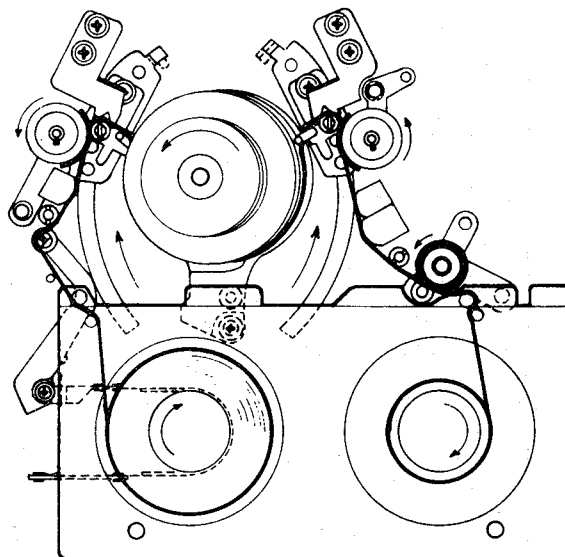

Abbildung 30. Wiedergabe/Aufnahme-Betriebsart
Das Band läuft dann zwangsweise zur Trommel über die Führungswalze (Aufnahme- oder Quellenseite) und den Schräg-Pol (Aufnahme- oder Quellenseite). Beide befinden sich bei der Pol-Basis (A oder B) – Siehe Abb. 30. Gleichzeitig beginnt der Spann-Pol sich nach links zu bewegen, während sich die Walze mit leichtem Druck der Spill-Welle zu nähern beginnt. So werden die Führungswalze (Aufnahme- oder Quellenseite) und der Schräg-Pol (Aufnahme- oder Quellenseite vom V-Block verriegelt), so daß sich der automatische Ladungs-Schalter (AL) von "off" zu "on" ändert und das Stoppen des Lademotors veranlaßt, was in einer Beendigung des Ladevorganges resultiert.